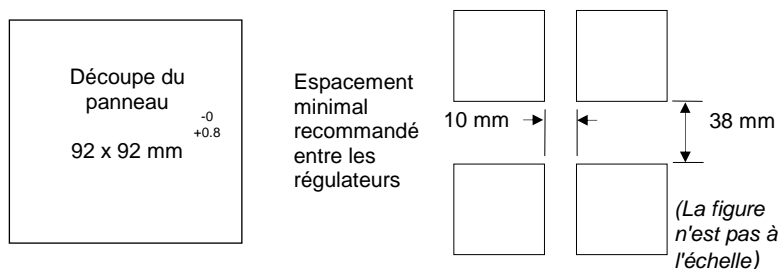

Figure 2:- découpe du panneau et espacement minimal entre les régulateurs
1. Préparer la découpe du panneau à la taille indiquée sur la figure 2. Veiller à ce qu'il y ait suffisamment de place entre les appareils, suivant les dimensions minimales indiquées sur la figure 2-2. Veiller également à ce que le régulateur ne soit pas installé à proximité d'un appareil susceptible de dégager une chaleur importante risquant de perturber le fonctionnement du régulateur.